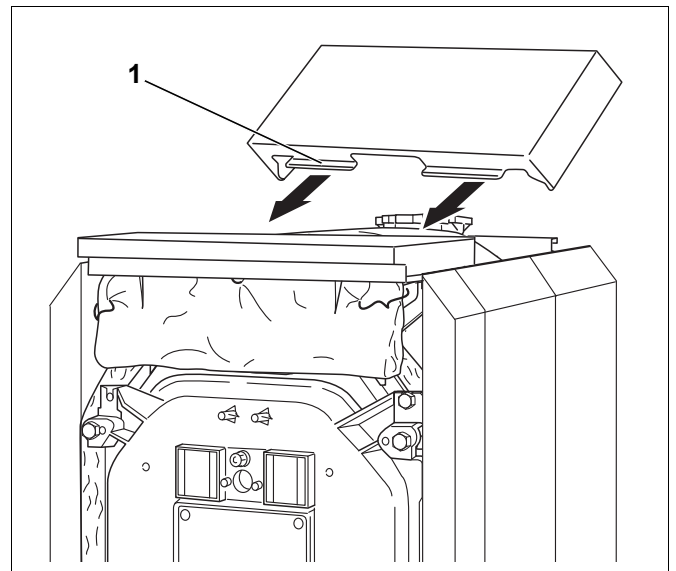

Рис. 53 Установка средней крышки
- ▶ Заведите отбортовки средней крышки котла (рис. 53, [1]) под переднюю крышку и вставьте её в канавки боковых стенок.